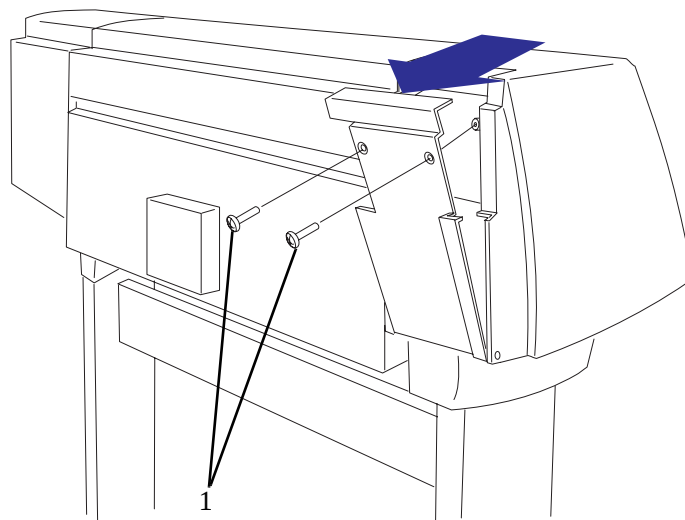

図 64 : 左側カバーの背面
- 2 2本のT15のネジ (部品1) を外して、左側カバー背面の扉を開けます (図64参照)。